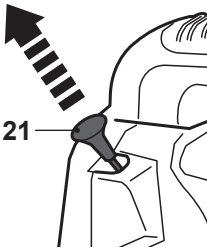

Fig. 26
- > Si le moteur est froid, sortez le starter [21] en position fermée (position de démarrage) (Fig. 26). Actionnez l'amorce [20] jusqu'à ce que la poire soit complètement remplie de carburant.